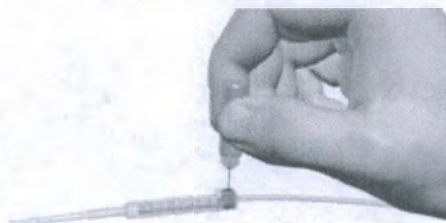

Рисунок 13. Затягивание стопорного винта в разъеме удлинителя
25. Используя отвертку из комплекта, поверните стопорный винт разъема удлинителя по часовой стрелке до щелчка, обозначающего фиксацию (рисунок 13).